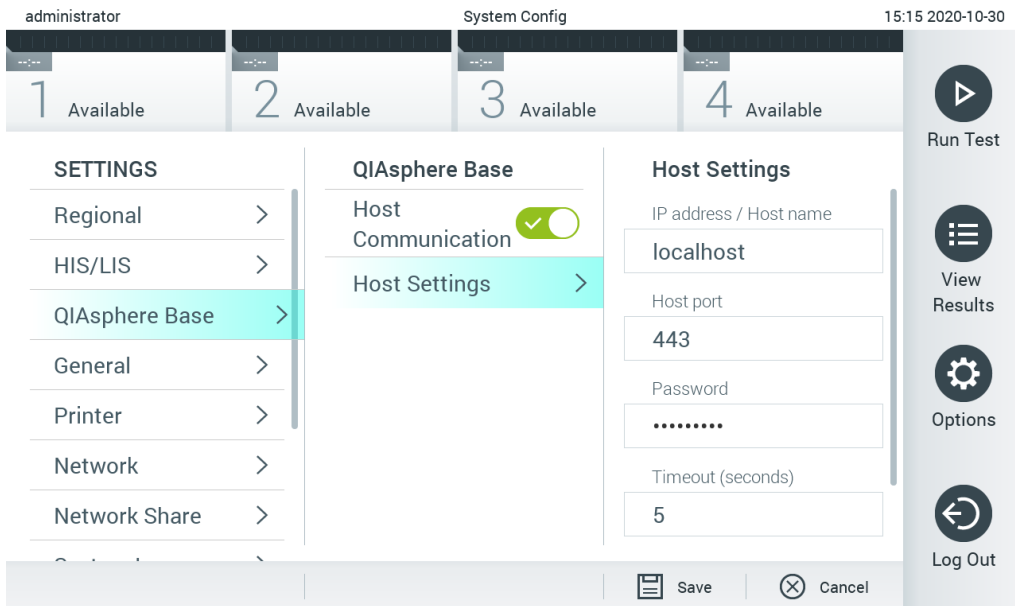

Рис. 66. Налаштування підключення QIASphere Base
2. Виберіть QIASphere Base зі списку налаштувань у лівому стовпці (рисунок 66, наступна сторінка).